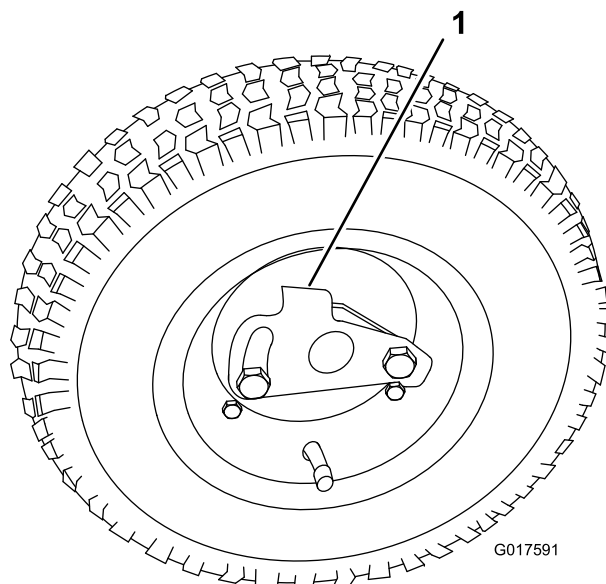

図 8
1. 車軸に車輪を取り付ける 図 8。
2. ロッククリップを開き、タイヤを更に奥に押し込む 図 8。